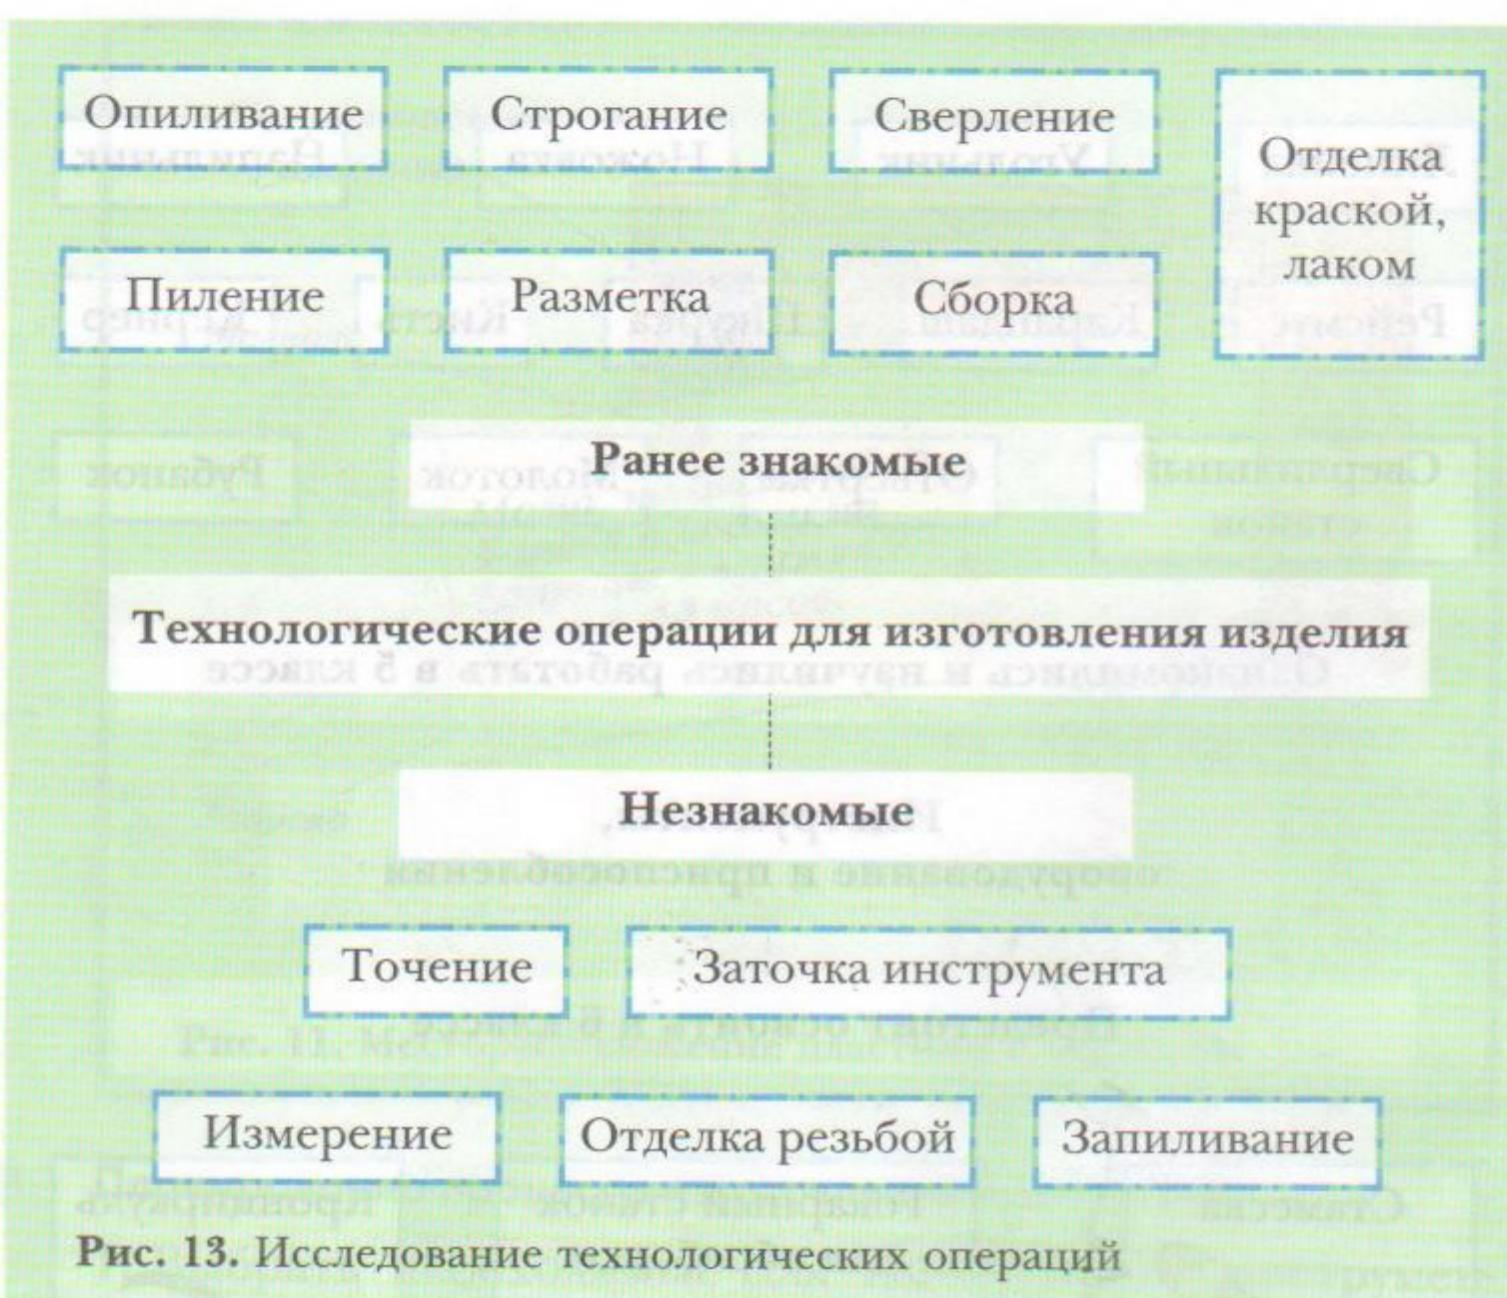

Рис. 13. Исследование технологических операций
2. Определить операции, которые необходимо выполнить в процессе изготовления накопителя (рис. 13).